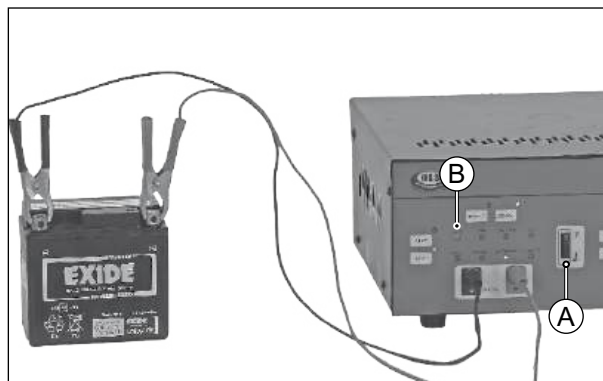

Fig. 5.93
- Ligue o interruptor 'MAINS-ON-OFF' (A) e certifique-se de que o indicador LED 'MAINS-ON' (B) está aceso. (Fig. 5.93)